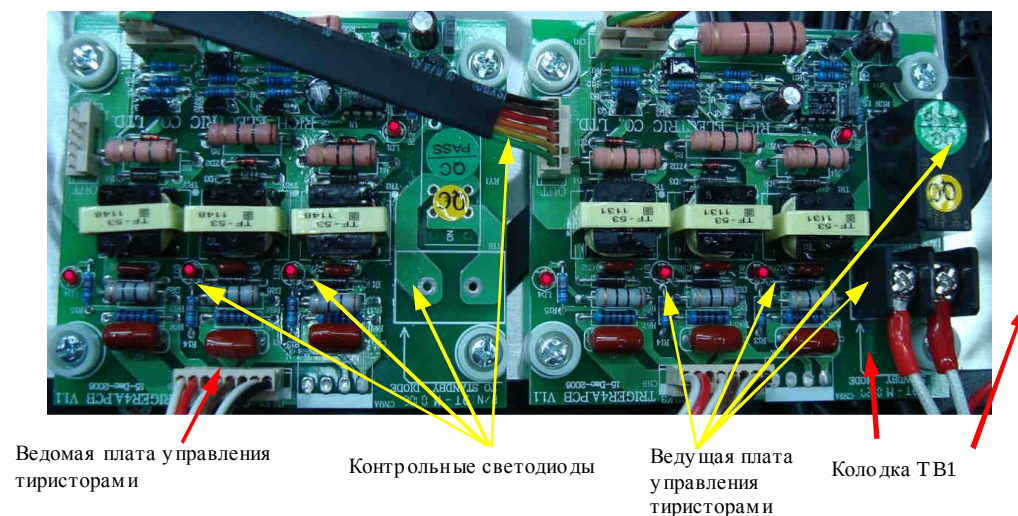

Рис. 4.12.
4.9.2. Подать напряжения ~220 В и =540 В на плату драйверов. Проконтролировать свечение дисплея на пульте управления с надписью «Опорная частота XX XX Гц» и в всех контрольных светодиодах (по 4 шт.) на ведущей и ведомой платах управления тиристорами (рис. 4.12).
4.9.4. Подключить мультиметр в режиме измерения сопротивления к клеммам колодки ТВ1 ведущей платы управления тиристорами (рис. 4.12): показания прибора должны соответствовать обрыву цепи.